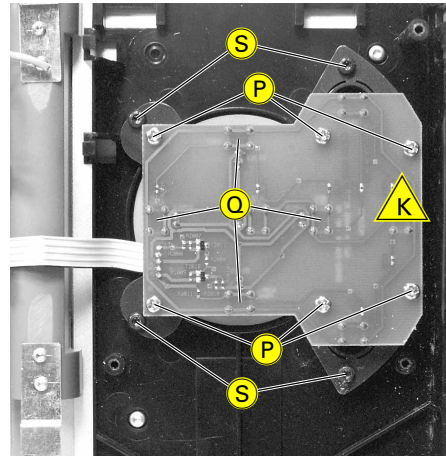

Fig. 8
- 6 Schrauben  $\textcircled{P}$  herausschrauben und Tastenplatte herausnehmen (Fig. 8).
- Undo 6 screws  $\textcircled{P}$  and remove the Switch Board (Fig. 8).
- 4 Schrauben (S) herausschrauben und Tasten herausnehmen (Fig. 8).
- Undo 4 screws (S) and remove the buttons (Fig. 8).